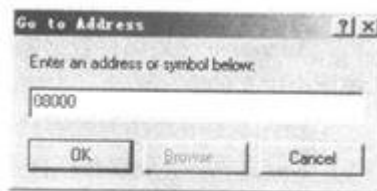

图 5-48 Go To Address 对话框
(1) 直接在存储器窗口的跳转地址栏中敲入所需跳转的地址即可，该地址栏支持 16 进制地址输入和标号选择；
(2) 在激活的存储器窗 VI 上单击鼠标右键，在菜单中选择 Go To 命令，会出现一个 GO To Address 对话框，如图 5-48 所示。在此对话框中敲入十六进制的地址或通过 Browse 从标号列表选择一个标号，单击 OK 按钮即可。存储器窗口中的显示内容会变成指定地址的存储器的内容。